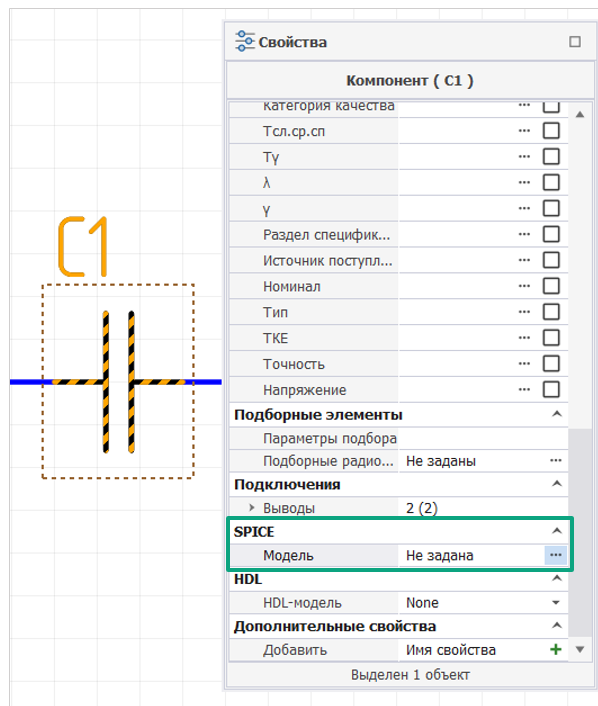

Рис. 15 Добавление Spice-модели
1. Нажмите символ «...» в поле «Свойства» → «SPICE» → «Модель», Рис. 15.